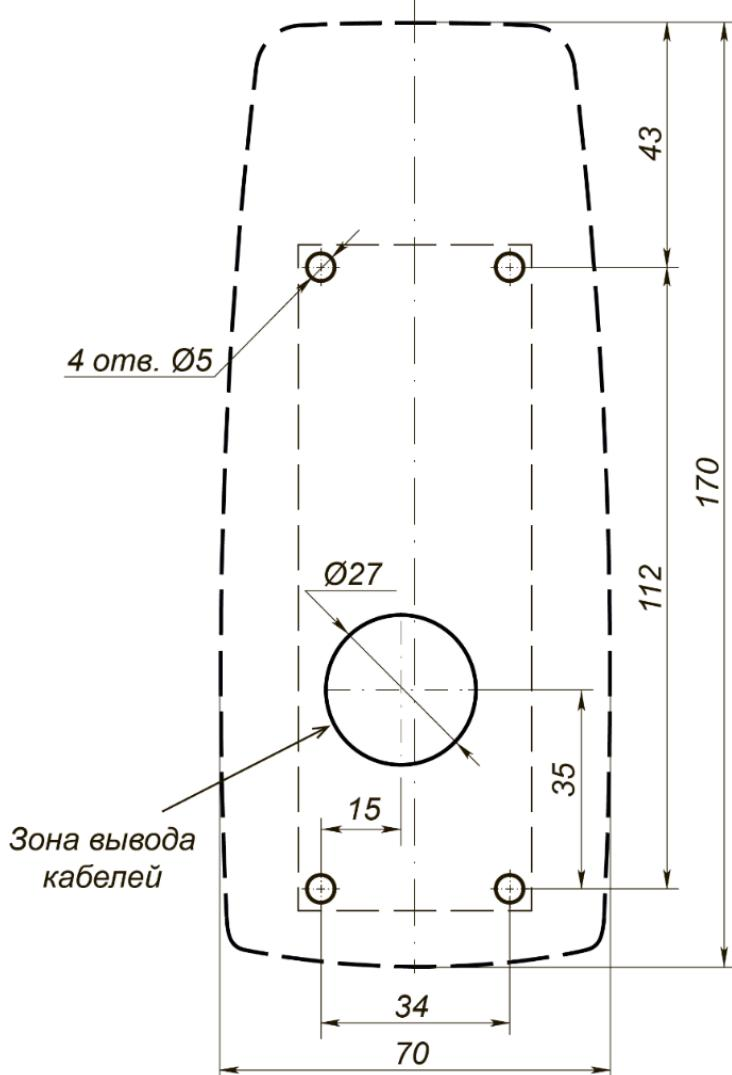

Рисунок 2. Разметка отверстий для установки контроллера
3. Произведите разметку и разделку отверстий на установочной поверхности для крепления металлического основания и прокладки кабелей (см. рис. 2).